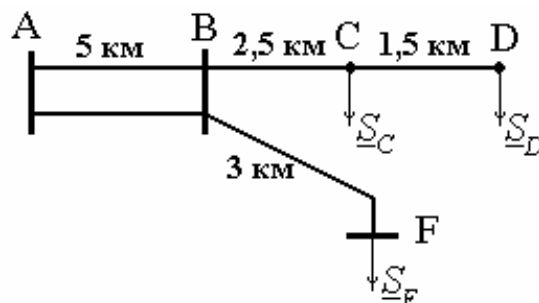

Рис. 39. Схема сети к задаче 14
**Задача 14.** Распределительная сеть напряжением 10 кВ выполнена проводом марки АС-50 (рис. 39).